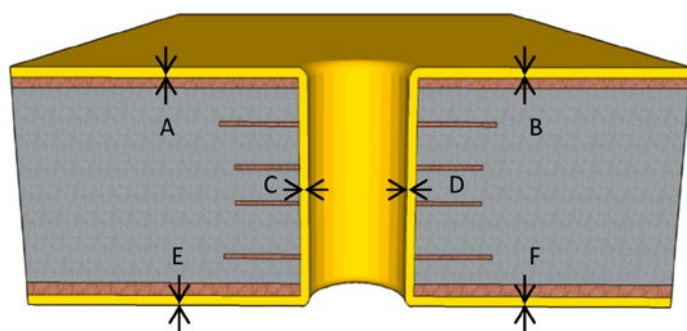

图1：电镀面板的横截面
金相切片分析是从样品准备过程开始的，是从线路板或测试面板的测量区域内切割下一部分。为了得到更贴近通孔的平整表面，要预先对切片进行研磨。使用塑料定位针将切片和研磨表面垂直对齐。然后使用快速固化的丙烯酸树脂来装填切片。硬化剂和树脂的比率是1:1，它可以实现最佳渗透效果，达到较快的固化速率（10–15分钟）。在切片固化之后，会继续研磨、抛光并用金相显微镜测量检测，从而得出深镀能力数据。图1是一个通孔的横截面，显示出了测量厚度的点。
微观分布 (MD) 是孔中央平均镀层厚度和表面平均镀层厚度的比值, 如图1所示。要谨慎使用MD%, 因为板厚是有差异的, 而且直径相同的孔在图2、3、4所示的更厚铜板上电镀时难度会更大。在同一电流密度下, 相同直径的孔在较厚线路板上的MD较低。举个例子, 1.6 mm厚板上直径为0.2 mm的孔在10ASF